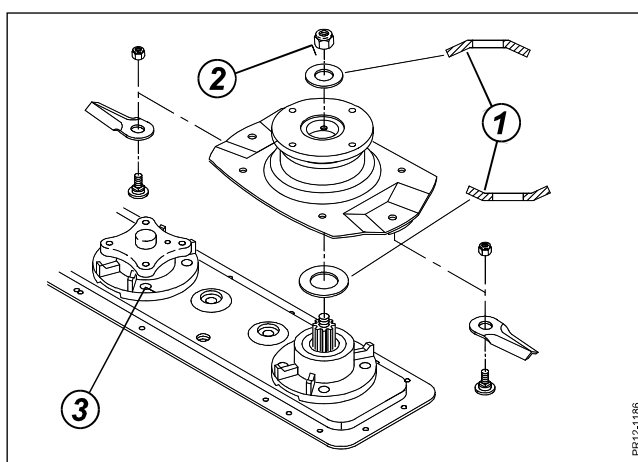

Fig. 5-15
Fig. 5-15 Fjeder-skiven (1) over indgangsskiven vendes, som vist, med den buede side opad. Møtrikken (2) spændes til **190 Nm** (19 Kpm). Boltene (3), der fastholder skivelejehuset til bjælken, spændes til **85 Nm** (8,5 Kpm).